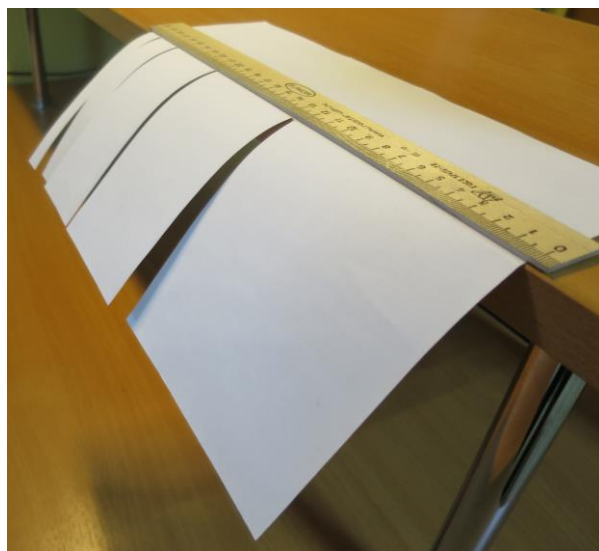

Рис. 3
1. На чистом листе бумаги делаем прорези, которые делят его на полосы разной ширины (рис. 3). Убеждаемся, что в пределах погрешности (связанной с неоднородностью бумаги) стрела прогиба не зависит от ширины полосок, следовательно, в формуле (*) показатель степени $s = 0$.